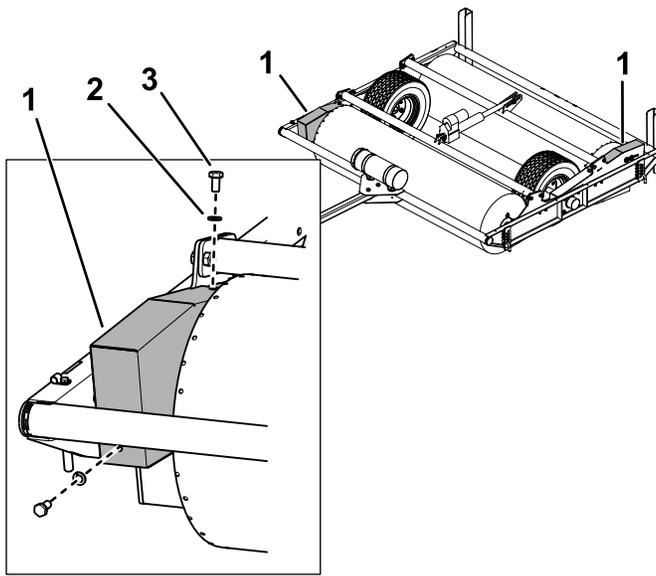

Figure 13
5. Reposez les protège-chaînes comme montré à la Figure 13.